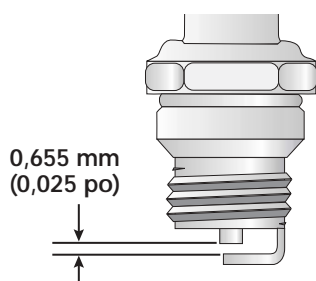

Fig. 28
3. Remplacez toute bougie fendillée, encrassée ou sale. Réglez l'écartement à **0,655 mm (0,025 po)** à l'aide d'une jauge d'épaisseur (Fig. 28).